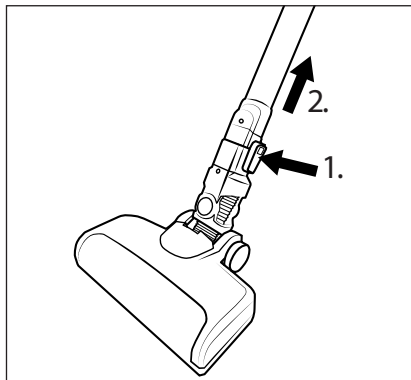

Fig. 12
- ♦ Para desmontar el cepillo para suelos **22** del tubo de aspiración **24**, mantenga pulsado el botón de desenganche del cepillo para suelos **23** y tire del tubo de aspiración **24** para extraerlo del cepillo para suelos **22** (consulte la fig. 12).